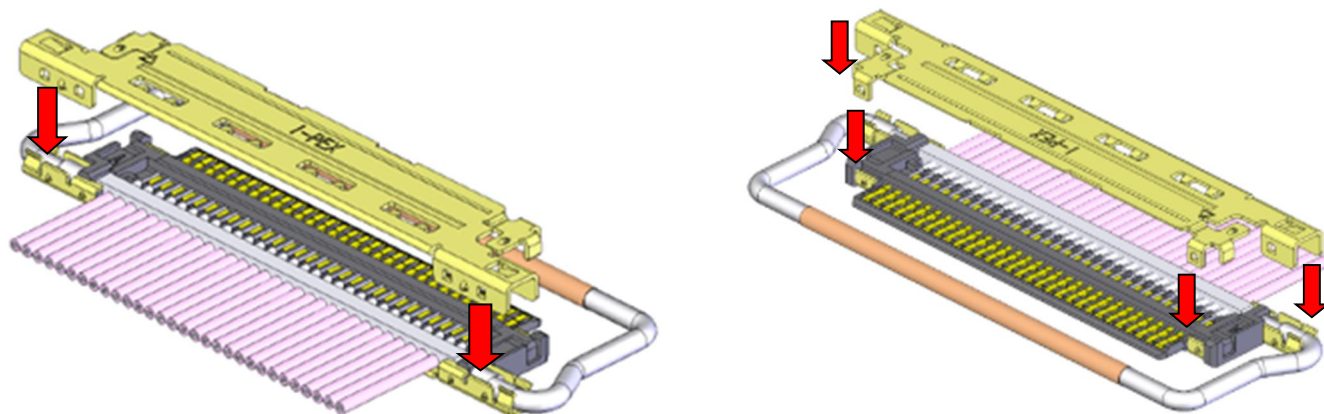

Fig.6 Assembly of Shell-A
① Fig.6 の様に shell-A を housing assembly の上側から組み付ける。